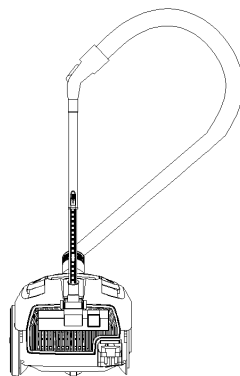

Рис. 3
- Vor dem Wegnehmen des Staubsaugers zur langen Aufbewahrung reinigen Sie das Staubsaugergehäuse, den Staubbehälter (15), das HEPA-Filter (21) und das Einlassfilter (16).
- Zwecks bequemer Aufbewahrung des Staubsaugers benutzen Sie die Bürstenaufbewahrungsstelle (19) (Abb. 3).
- По окончании уборки выключите пылесос, нажав на клавишу включения/выключения (20), выньте вилку шнура питания из электрической розетки.
- Для сматывания сетевого шнура нажмите на клавишу (18), во время сматывания шнура питания придерживайте его.
- Если во время уборки необходимо сделать перерыв, выключите пылесос нажав на клавишу (20), установите щётку (1) в место «парковки» щётки (19) (рис. 3).